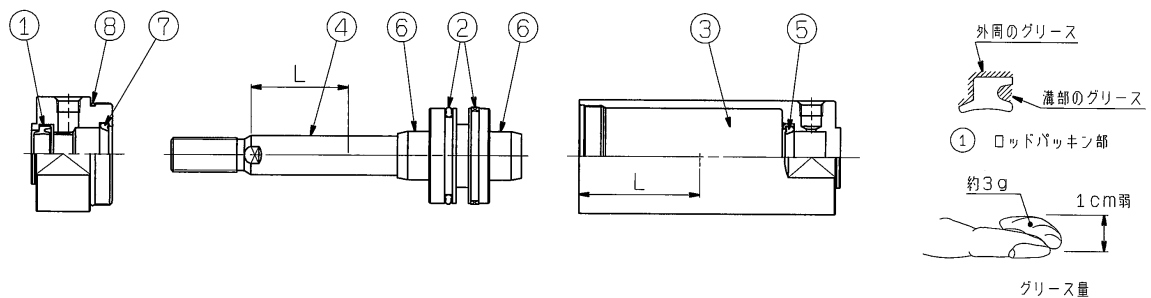

図8. グリース塗布位置
シリンダの各部品には図8の各部分にグリースを塗布しますが、100ストロークのシリンダ1本に付表8の量が必要です。目安としては人差指ですくった程度が約3(g)です。
1) ロッドパッキン(図 8, ①)
2) ピストンパッキン (図 8, ②)
3) チューブガスケット (図 8, ④)